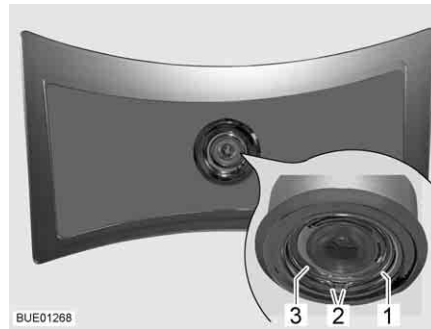

Fig. 265 Lámpara de techo
- Comprimir el pestillo con muelle (Fig. 265,1) por ambos extremos (Fig. 265,2) y retirarlo.
- Sacar la carcasa (Fig. 265,3) con LED de la lámpara.